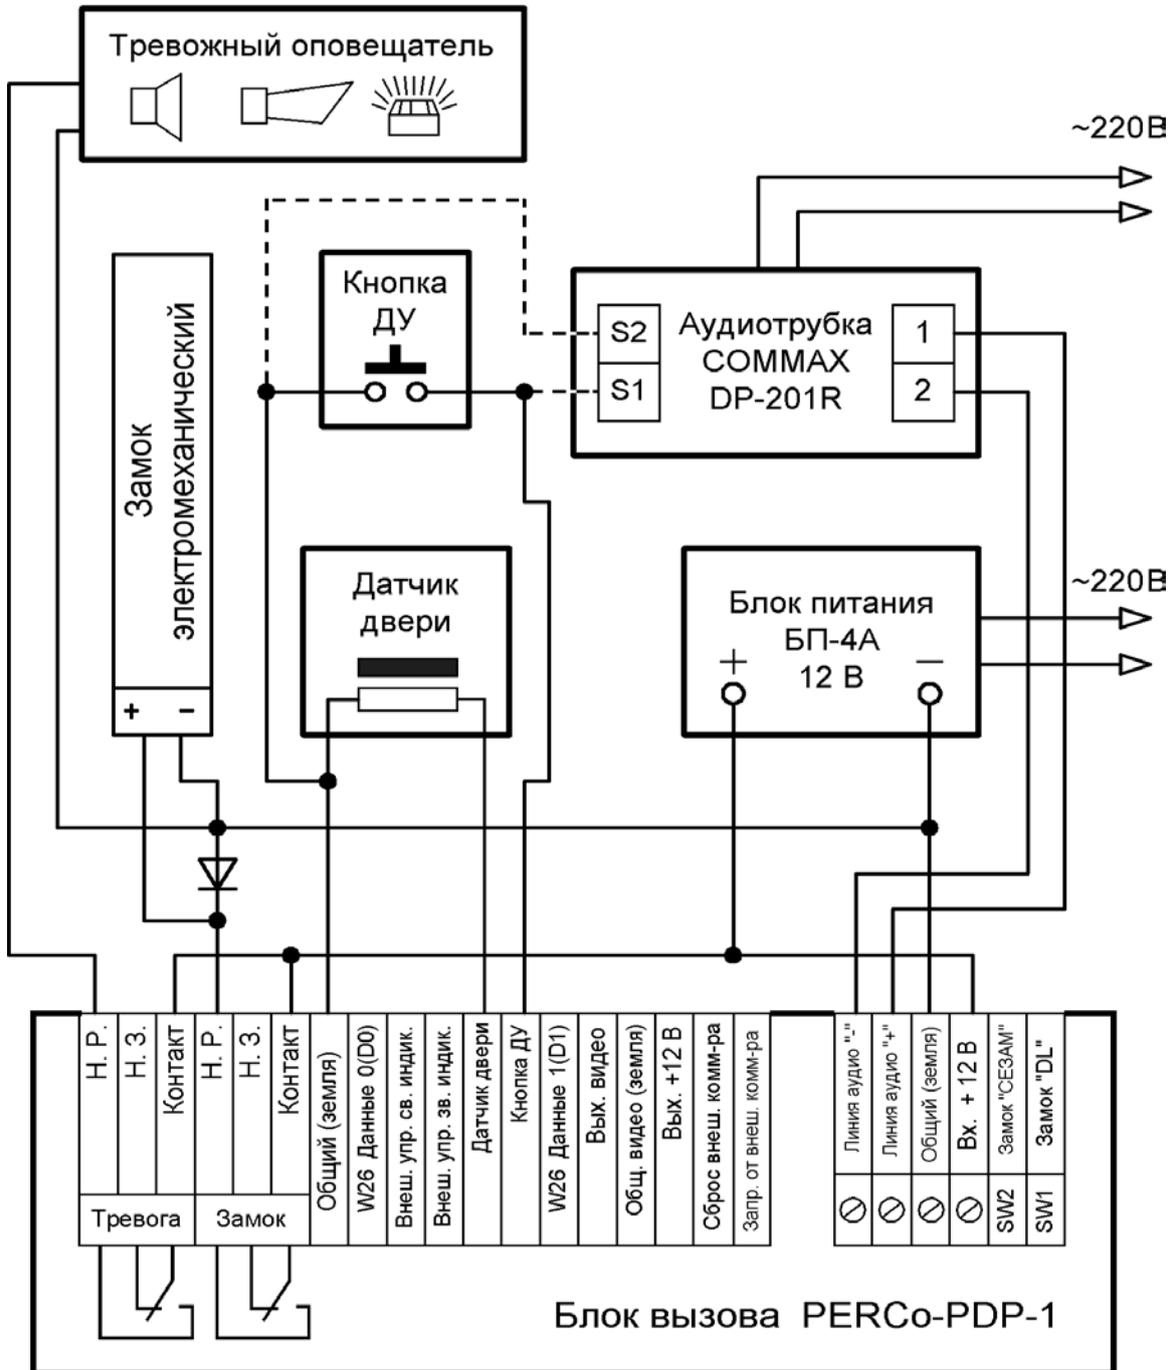
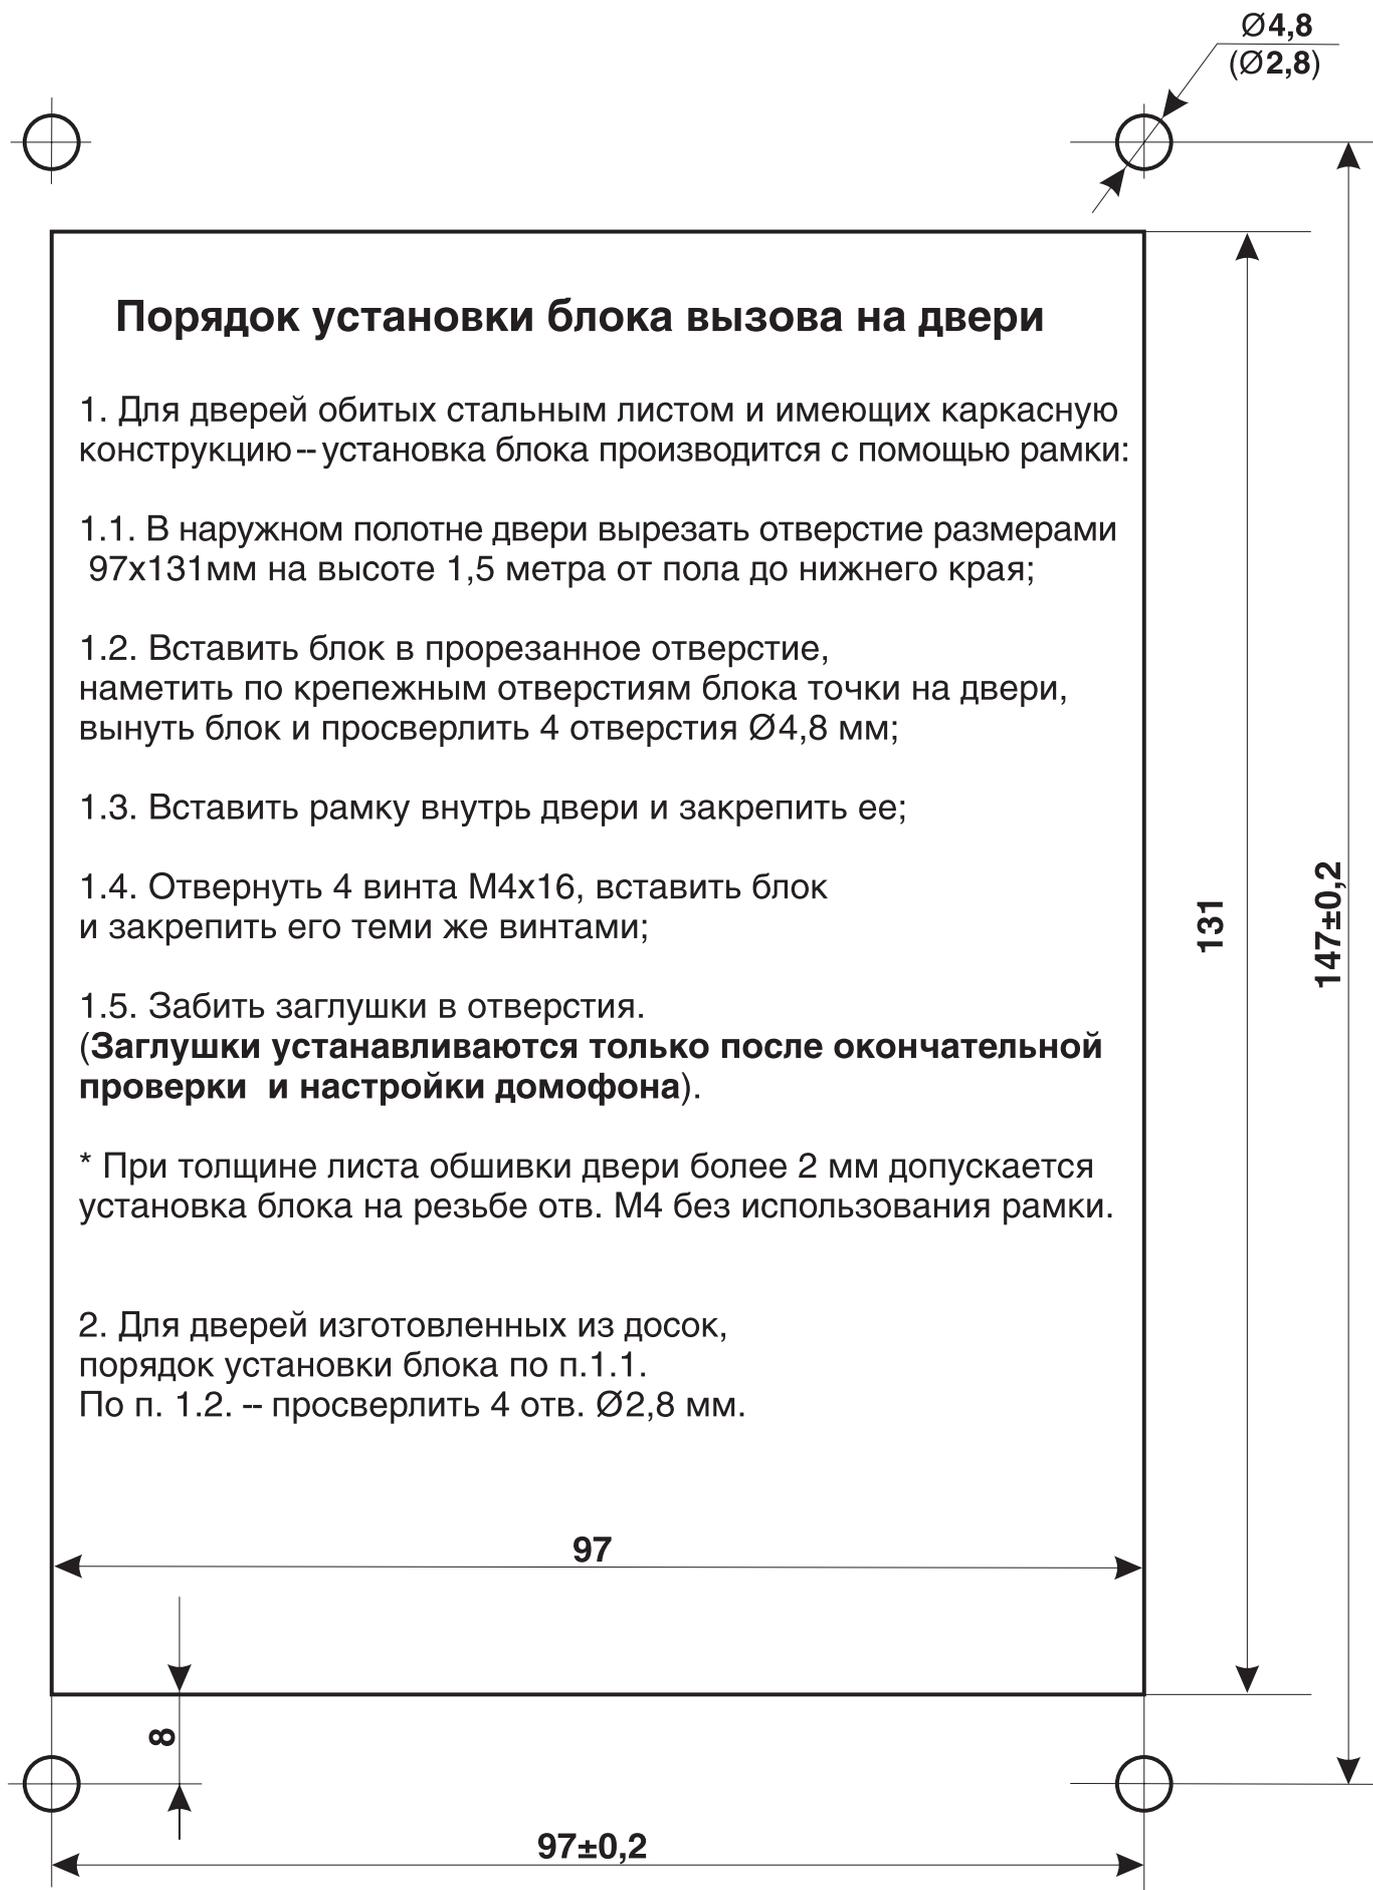
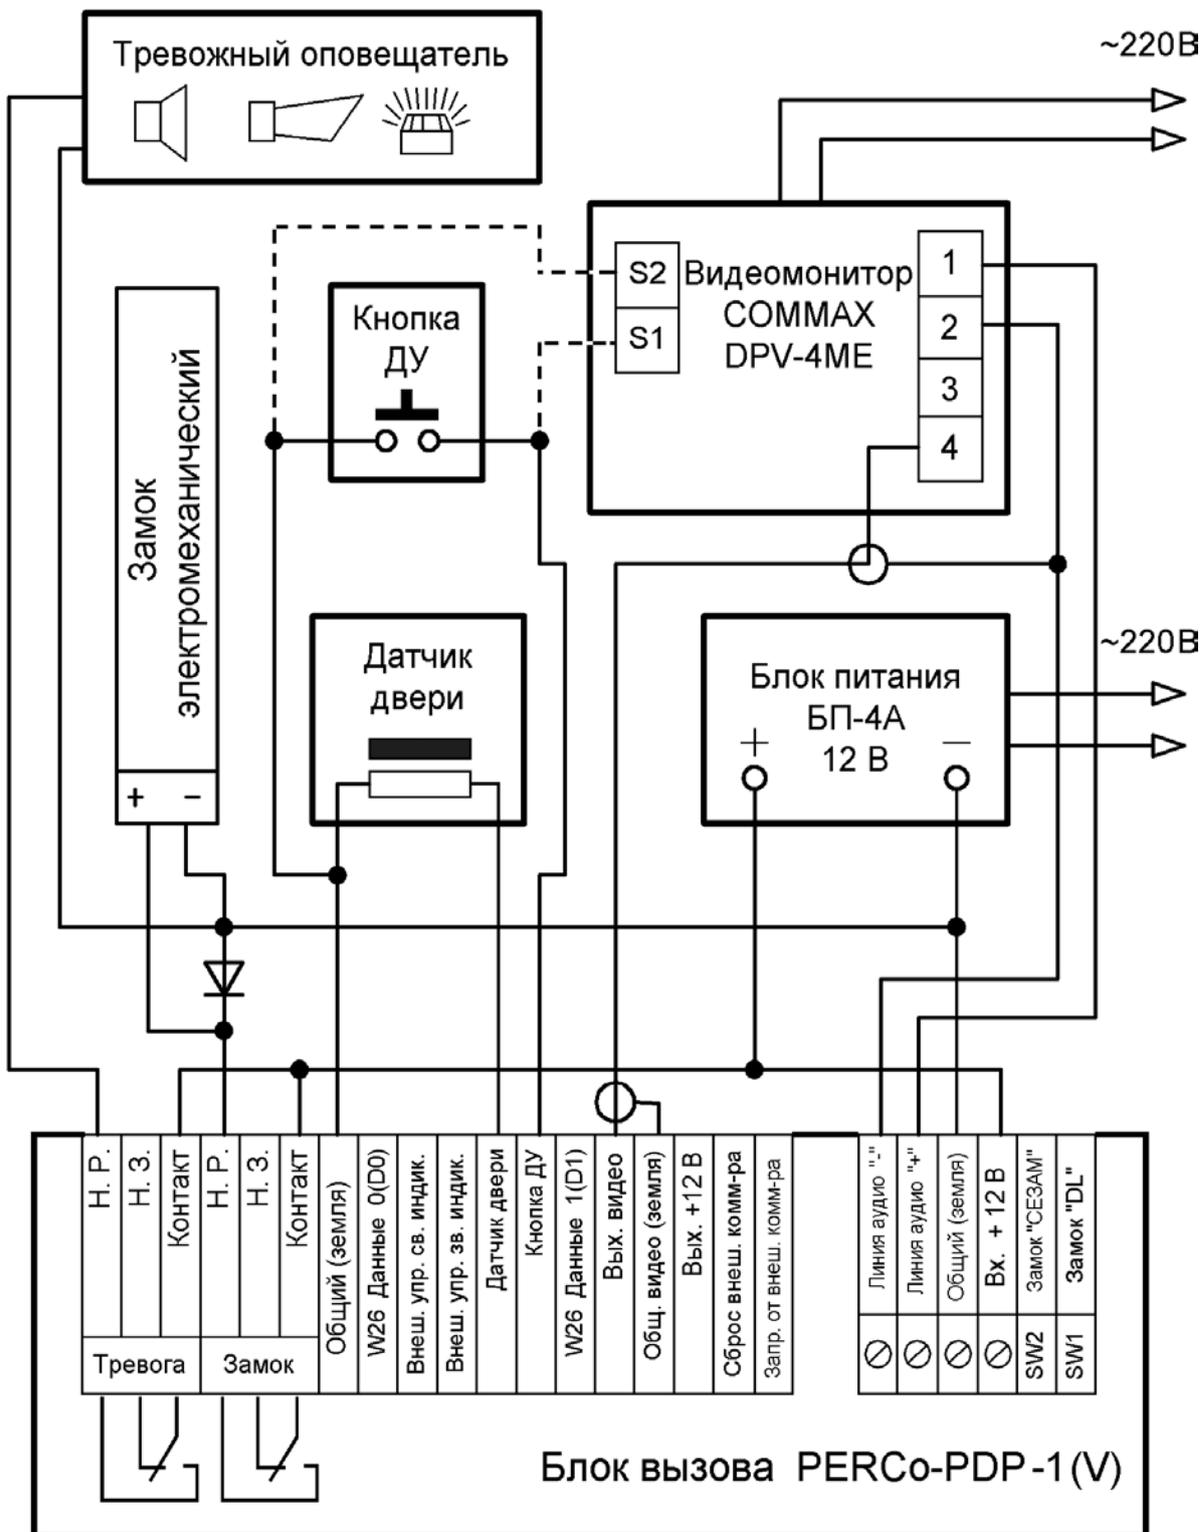

Рис. 5 Монтажная схема соединения блоков домофона (аудио-вариант)
Рис. 6 Разметка для крепления блока вызова на двери
Рис. 7 Монтажная схема соединения блоков домофона (аудио-видео-вариант)
**Внимание!** Любое исполнительное устройство, подключаемое к домофону, должно иметь встроенную цепь искрозащиты (например, диод искрозащиты, см. рис. 5, 7) в противном случае изготовитель не гарантирует долговечности и устойчивости работы системы.
При достаточной толщине металлического полотна двери допускается установка блока вызова без использования рамки, с изготовлением резьбовых отверстий (M4). На рис. 6 приведен шаблон для разметки двери под установку блока вызова и инструкция по его установке.
Произведите подготовку двери и монтаж замка в соответствии с документацией на замок. При использовании замков, разблокируемых кратковременной подачей управляющего напряжения аккуратно снимите замыкатель с джамперного выключателя **SW1** блока вызова PERCo-PDP-1(V), в этом случае время удержания разблокирующего напряжения уменьшится с 10 с до 100...150 мс. Подключите кабель замка. Установите в месте подключения управляющего кабеля к замку, если это позволяют условия монтажа (наличие достаточного свободного объема), искрозащитный диод (см. рис. 5 и 7 — соблюдайте полярность его подключения!).
Соедините блок вызова с остальными устройствами системы согласно приведенным монтажным схемам (рис. 5, 7), относящимся к различным вариантам домофона.
Т.о., для реализации режима считывателя с внешним управлением, в монтажные схемы домофона, приведенные на рис. 5 и рис. 7, должны быть добавлены перечисленные соединения в соответствии с рис. 8.
**Рис. 8 Особенности монтажных соединений домофона при его включении в стороннюю систему в режиме считывателя с внешним управлением. Кнопка дистанционного управления подключается к контроллеру внешней управляющей системы, выход управления замком которого, в свою очередь, подключается к реле блока вызова (клемма "Кнопка ДУ"). Подключение к блоку вызова замка, тревожного оповещателя, датчика двери и блока питания соответствует рис. 6 и рис. 7.**